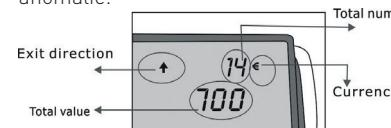

Fig.1
- Quando il numero totale di biglietti rilevati è 999, o quando il valore totale è 9999, il contatore ritorna a 0 (fig. 1)